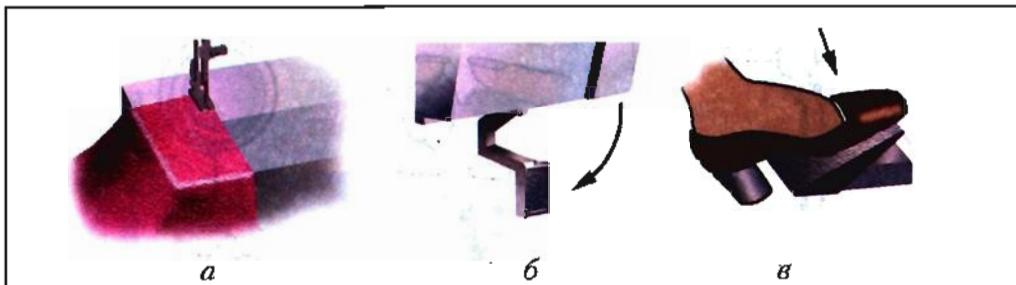

Рис. 37. Работа на швейной машине: *а* — положение ткани при работе; *б* — рычаг прижатия лапки; *в* — нажатие на педаль
1. Ткань положить под прижимную лапку, повернуть правой рукой маховик на себя, проколоть ткань иглой (рис. 37, *а*).
2. Опустить рычаг прижатия лапки (рис. 37, *б*).
3. Нажать ногой на педаль (чем сильнее нажатие ногой, тем большая скорость шитья) (рис. 37, *в*).